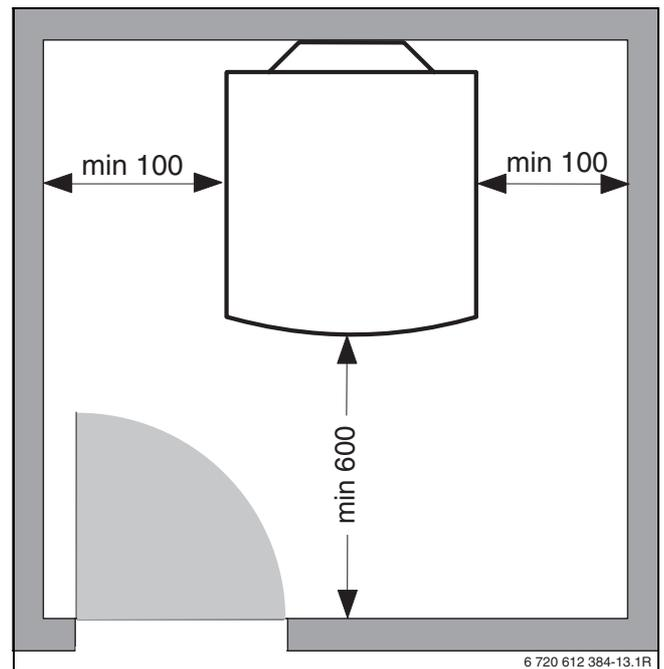

Fig. 2 Distanze minime dalle pareti adiacenti
- Mantenere la distanza minima dalla parete (→ fig 2 a pagina 5).